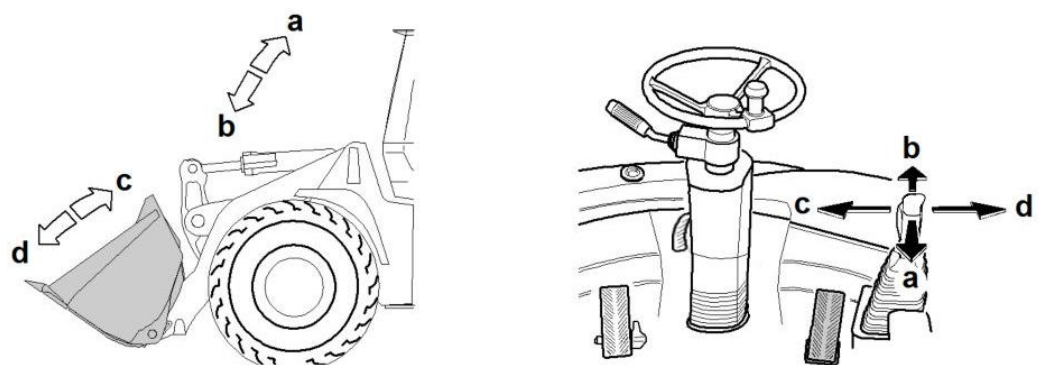

Рисунок 3.48. Положение ковша
- По нажатию кнопки «Паркинг» (рис. 3.48) машина плавно останавливается (если была в движении), активируется ручной стояночный тормоз, на приборной панели загорается индикатор «Manual» стояночный тормоз . Для деактивации ручного стояночного тормоза необходимо повторно нажать кнопку «Паркинг». Автоматической деактивации не предусмотрено.